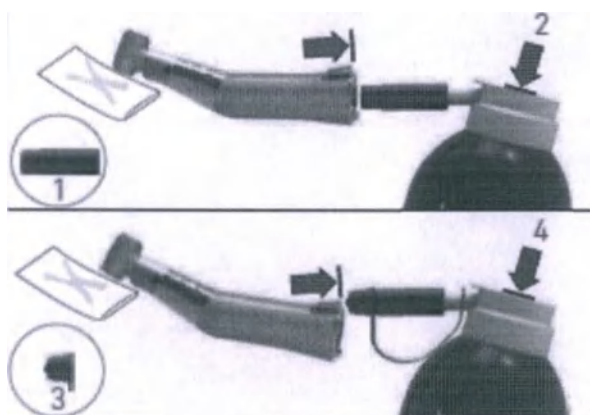

Рис.14.2.2.2
2. Используйте насадку под средство Aquasafe (см.Рис.14.2.2.2 этап 1)